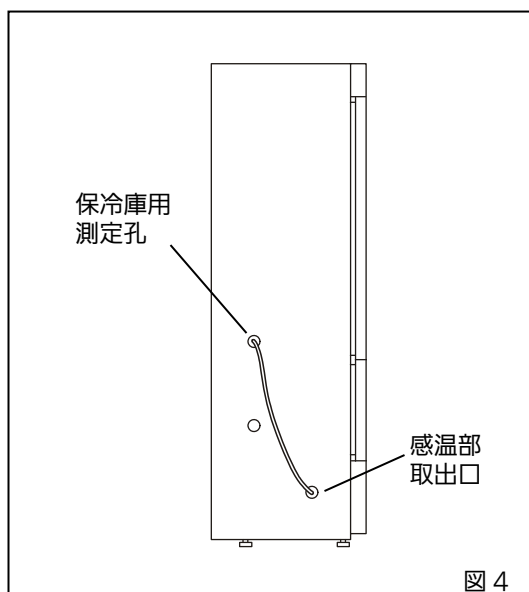

図 4
4. 保冷库の左側面の測定孔のゴムキャップ（外側および内側）を外し、中の断熱材を取り出してください。その測定孔を通して自記温度記録計の感温部を保冷库内に通してください〔図 4〕。通したら、測定孔に断熱材を戻し、ゴムキャップでふたをしてください（外側および内側）。感温部取出口もゴムキャップでふたをしてください（外側のみ）。